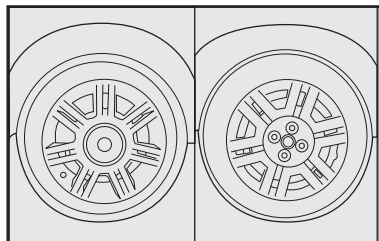

fig. 5
- 1) Desapertar cerca de uma volta os parafusos de fixação da roda a ser substituída **fig. 5**.